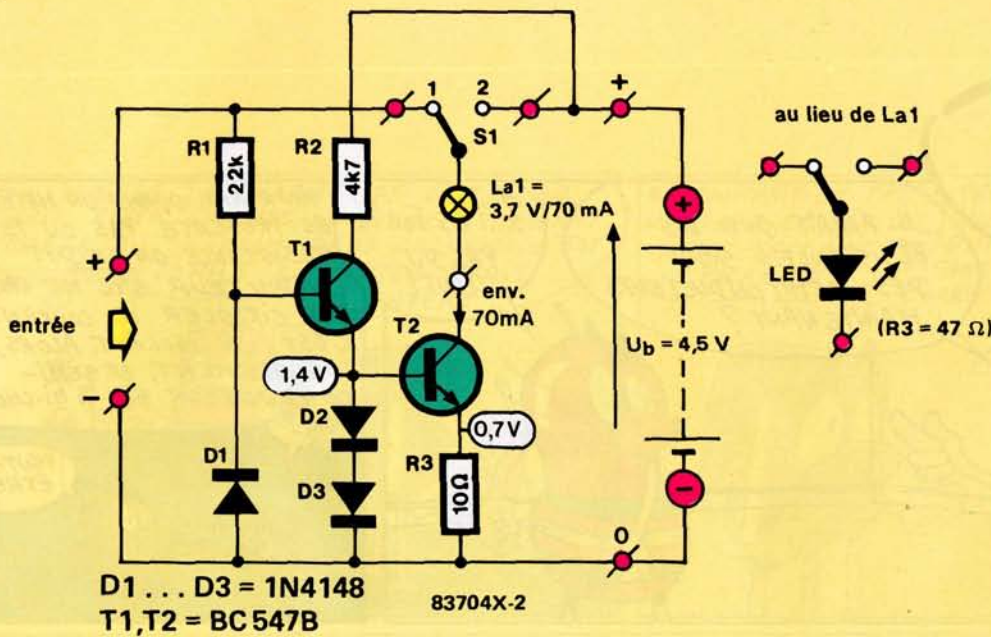

Figure 2 - Schéma complet du testeur de polarité.
Pour réaliser un testeur de polarité simple, il suffit d'une diode de type 1N4148 et d'une ampoule de lampe de poche. Si l'on connecte les deux composants en série avec une source de tension comme dans la **figure 1**, l'ampoule s'allume. En inversant la polarité de la source de tension, l'ampoule reste éteinte car la diode est bloquée (polarisée en sens inverse). Malheureusement ce montage présente un inconvénient majeur : il ne fonctionne que si la tension à tester et la tension nominale de l'ampoule sont du même ordre de grandeur. Comme vous pouvez le voir sur le schéma de la **figure 2**, un tout petit circuit électronique nous permettra de résoudre ce problème.
Le circuit principal du testeur de polarité de la figure 2 comprend :
**Figure 2 - Une diode présente une différence de potentiel d'environ 0,6 V dans le sens direct. Lorsqu'une diode est placée entre une source de courant et une charge utile, la tension disponible aux bornes de la charge est inférieure de 0,6 V à la tension d'alimentation.**